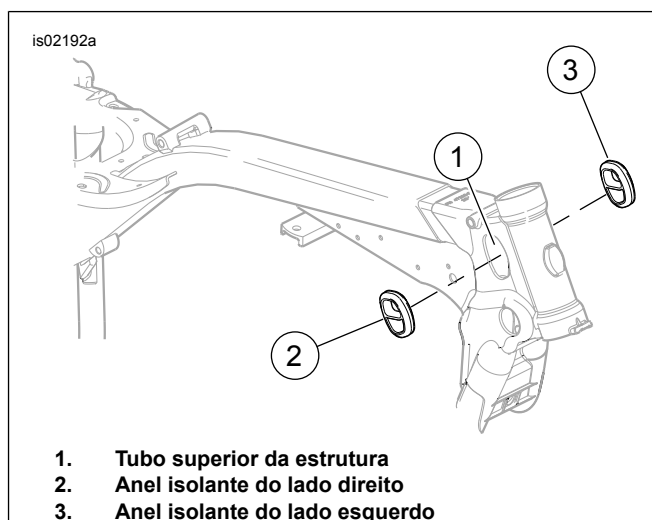

Figura 1. Local de acesso ao tubo superior da estrutura
1. Veja a Figura 1. No tubo superior da estrutura (1), remova o anel isolante dos lados direito (2) e esquerdo (3) para ter acesso aos conectores do pisca-pisca.